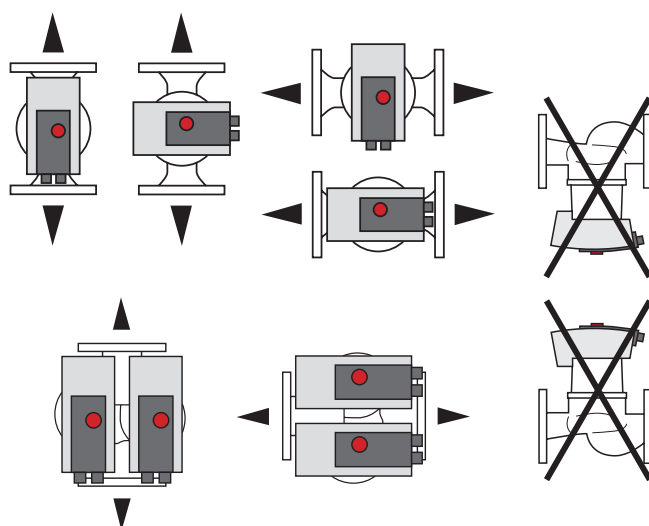

Fig. 4: Sallitut asennusasennot
1. Tarkista hyväksytty asennuspaikka → Fig. 4.